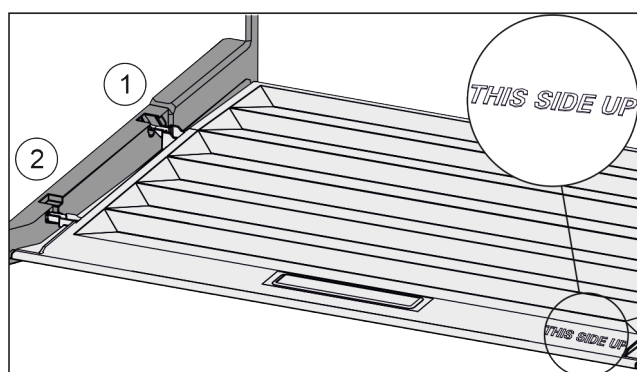

Fig. 103
- ▶ Introduire les rainures du couvercle par l'orifice du support arrière Fig. 103 (1) et les enclencher à l'avant dans le support Fig. 103 (2).